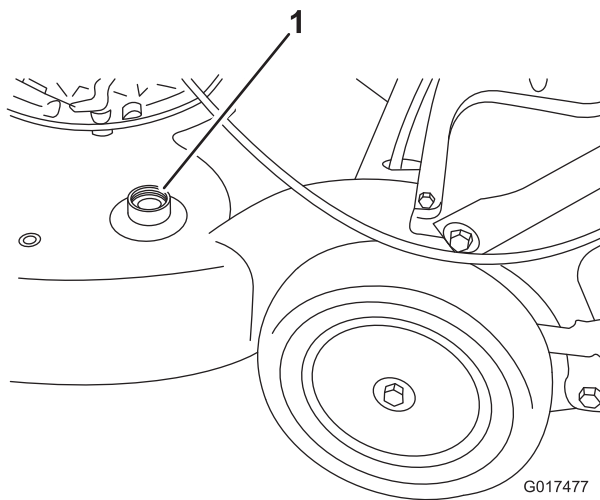

Figure 33
4. Branchez un tuyau d'arrosage, relié à une arrivée d'eau, au raccord de lavage de la machine (Figure 33).